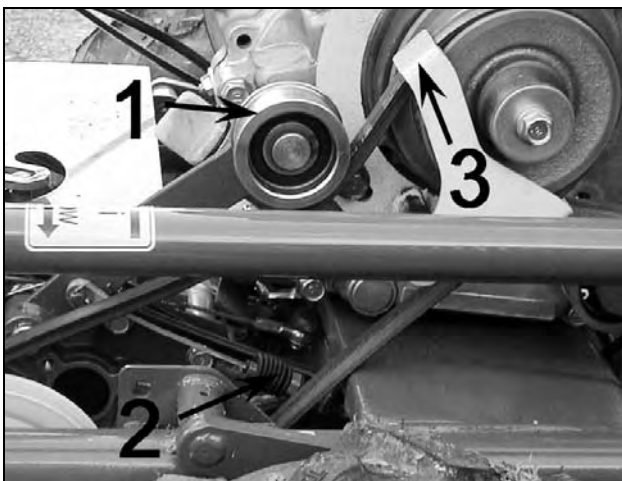

Figura 16
- Premere la cinghia con un dito. La cinghia dovrebbe cedere 10 – 12 mm. Regolare la tensione della cinghia tramite il registro “2” figura 16 o il registro sul cavo vicino alla leva.